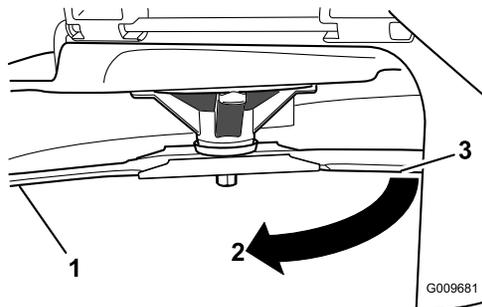

Figure 51
- Mesurez la distance entre la lame et la surface (A)
- Tournez la même lame de 180 degrés pour amener l'autre tranchant à la même position (Figure 51).